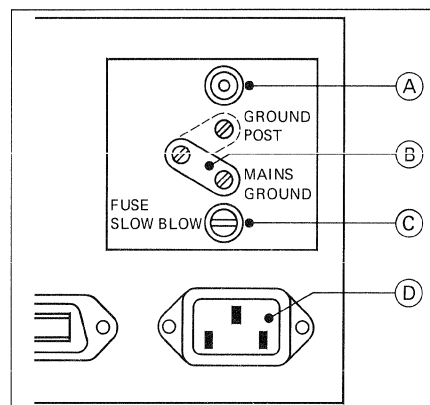

Fig. 2.4
Es wird empfohlen auf Studio-Erde zu schalten; der Anschluss erfolgt an der Bananenbuchse (A) (Fig. 2.4).
- (A) Erdanschluss (Bananenbuchse)
- (B) Erdschiene
- (C) Netzsicherung
- (D) Netzanschluss
The equipment can be grounded by manually connecting the ground either to studio earth (GROUND POST) or to MAINS GROUND. It is recommended to operate the unit in GROUND POST position. Connection is established via banana socket (A), (Fig. 2.4).
- (A) Ground connection (banana socket)
- (B) Ground bus bar
- (C) Mains fuse
- (D) Mains plug